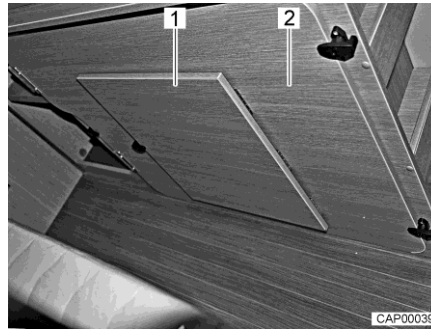

Fig. 50 Tabla de apoyo en el armazón de la cama derecho
- Quitar la tabla de apoyo adicional (Fig. 50,2) del armazón de la cama de derecho en la parte trasera.
- Desplegar el reposapiés (Fig. 50,1) en la tabla de apoyo.